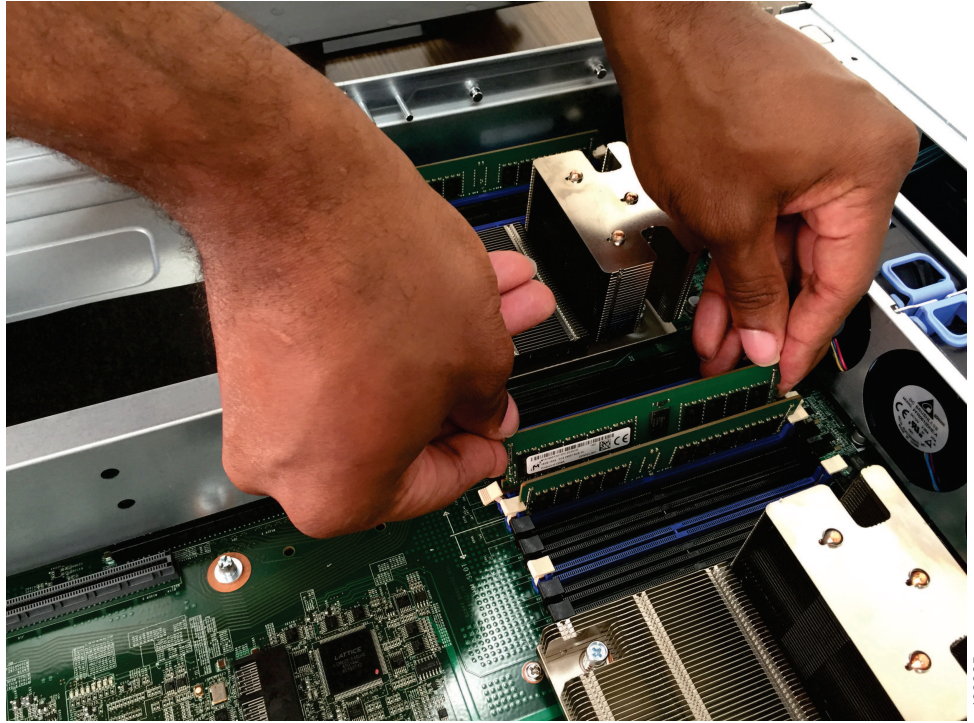

图 79. 安装 DIMM
6. 通过将 DIMM 边缘与 DIMM 插槽两端的槽对齐，将 DIMM 插入插槽中，如图 79 中所示。通过同时在 DIMM 两端施压，用力将 DIMM 垂直向下按压到插槽中。当 DIMM 在插槽中固定归位时，固定夹会咬合到锁定位置中。